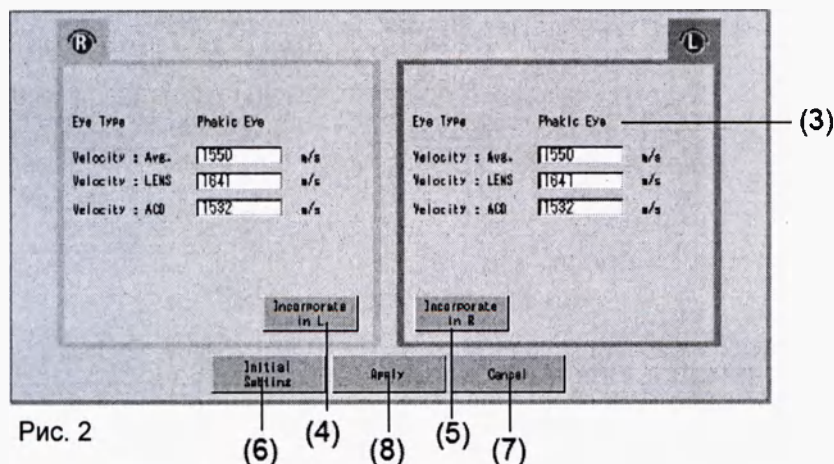

Рис. 2
- 3) Коснитесь кнопки "Change Setting" (2), чтобы открыть окно изменения настроек (Рис. 2) для настройки скорости ультразвука.